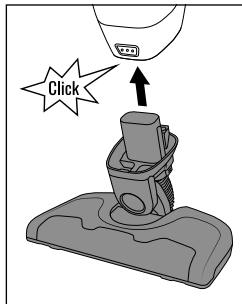

Bild 2
- ◆ Stick in motorenheten ⑧ i golvmunstycket ⑭ så att den klickar fast (se bild 2).